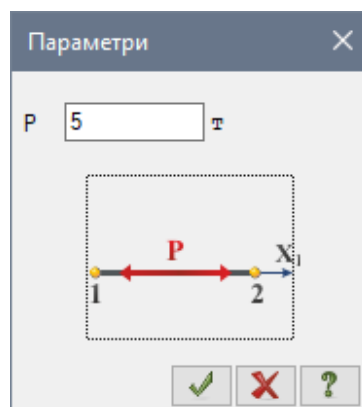

Рис. 10.19. Діалогове вікно Параметри
- В цьому вікні задайте силу натягу  $P = 5$  т (рис. 10.19).